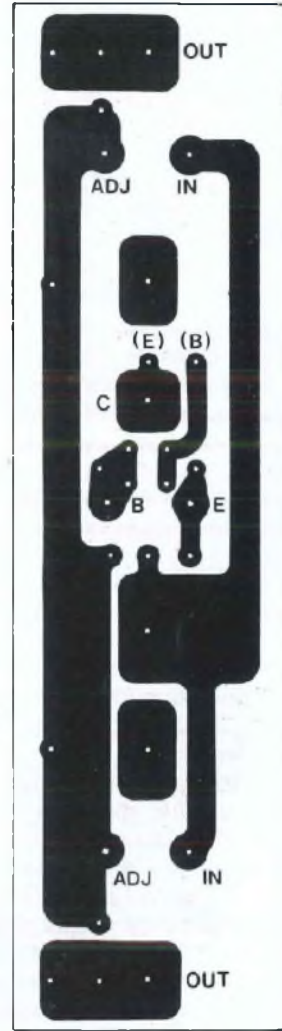

Fig. 13B
Souder leurs 6 électrodes respectives. Le plan de câblage de la figure 13B permet de terminer aisément le travail. Le boîtier du LM395T est vissé directement au collecteur du transistor de puissance MJ15002, voilà pourquoi nous avons préféré cette version plastique T0220 qui permet cette liaison directe intéressante. Faire coulisser ensuite le module « amplificateur en tension » dans les rainures basses du dissipateur, ampli OP vers le haut. Souder les queues de résistances aux points (E) et (B) correspondants du circuit 13B. De même pour les fils d'alimentation (+) et (-).